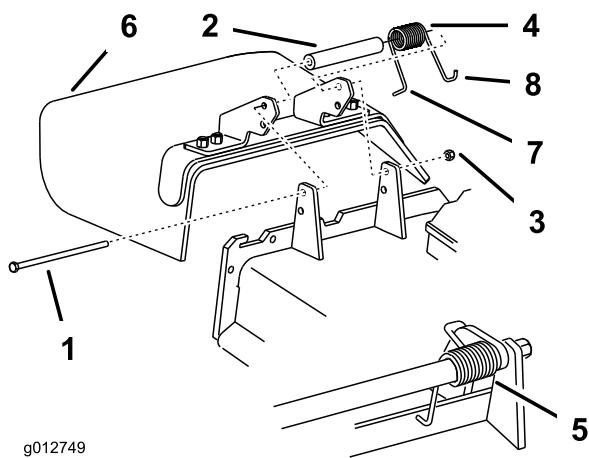

図 90
1. デフレクタをピボット・ブラケットに固定しているロックナット、ボルト、スプリング、スペーサを外す（図 90）。デフレクタを取り外す。
- 注** ボルトを取り付ける前に、スプリングの L 字形フックが、図 90 のようにデッキのエッジの後ろに取り付けられていることを確認してください。
3. ボルトとナットを取り付ける。スプリングの右側の J 字形フックを、デフレクタに引っ掛ける（図 90）。